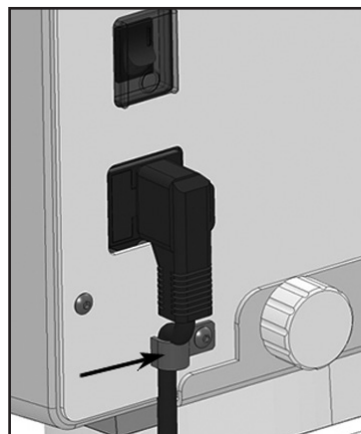

Fig. 3-3 Cabo de alimentação conectado, e fixado com presilha de segurança (indicado com a seta) para evitar desconexões acidentais.
- Conectar o cabo de alimentação fornecido à entrada 110 – 220 V do equipamento (mudança de uma voltagem a outra é automática). Fixar a presilha de segurança ao cabo para evitar desconexões. Indesejadas. Para isso utilizar uma chave hexagonal de 2,5 mm (Fig. 3-3).